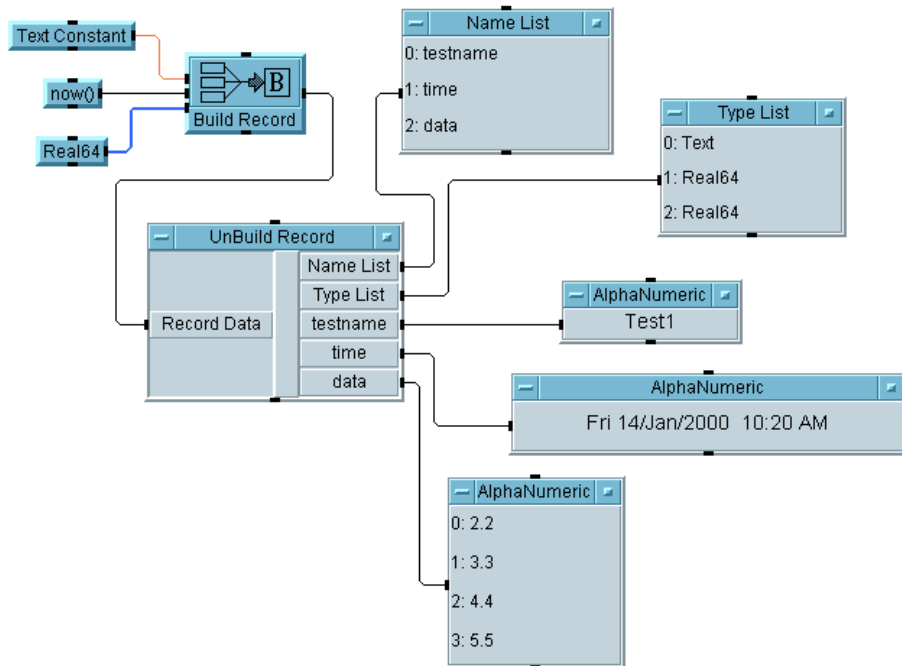

図 5-13. UnBuild Record オブジェクトの使用方法
- プログラムを実行し、unbuild.vee としてセーブします。それは図 5-13 のように表示されます。